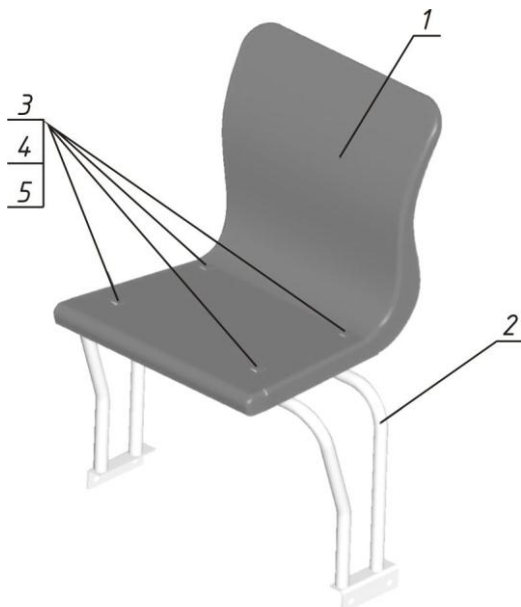

Рис. 4
- собрать сиденье для варианта 183000090011 по рис. 4. Сиденье "Арена" установить на основание с помощью болтов М6х16, гаек М6 и шайб. Пластмассовые заглушки мест крепления кресла имеют на обратной стороне порядковые номера от 1 до 4 и такие же номера имеются на соответствующих им гнездах мест крепления